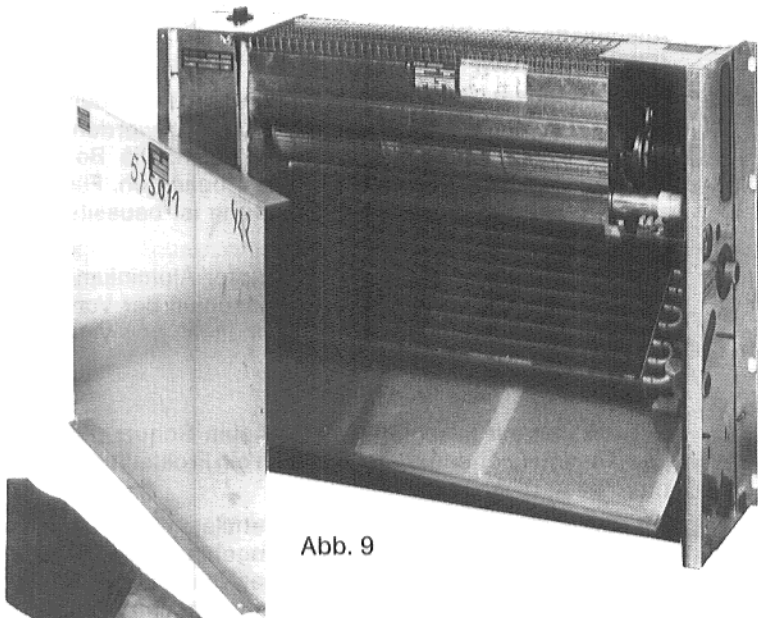

Abb. 9
2. Vorderwand abnehmen (Blechschauben) Abb. 9.